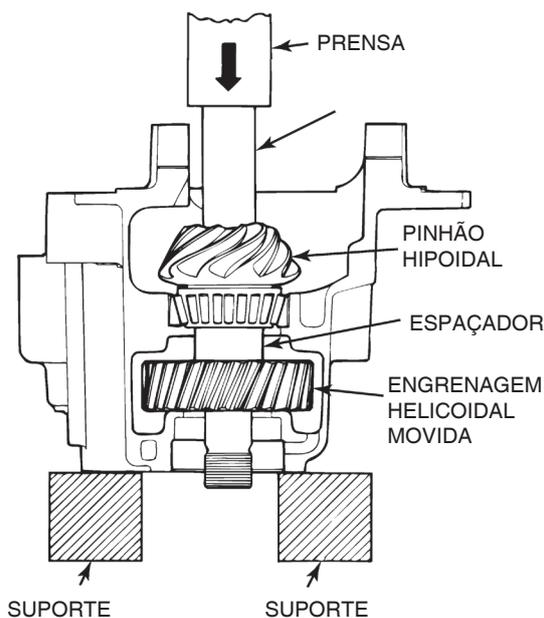

Figura 5.12
4. Coloque a engrenagem helicoidal movida sobre o alojamento do pinhão na caixa do diferencial de forma que o entalhado interno da engrenagem fique voltado para frente do diferencial. Coloque o espaçador maior no topo da engrenagem movida de forma que o espaçador fique voltado para a capa do rolamento interno. Figura 5.12.
5. Instale o pinhão trativo através da engrenagem helicoidal movida. Verifique se o entalhado do pinhão acoplou com o entalhado interno da engrenagem. Figura 5.12.
6. Coloque um protetor na cabeça do pinhão trativo. Use uma prensa para instalar o pinhão na caixa do diferencial de forma que o cone do rolamento interno toque a capa do rolamento. Neste momento, a engrenagem helicoidal movida não estará completamente engajada no pinhão trativo. Figura 5.12.